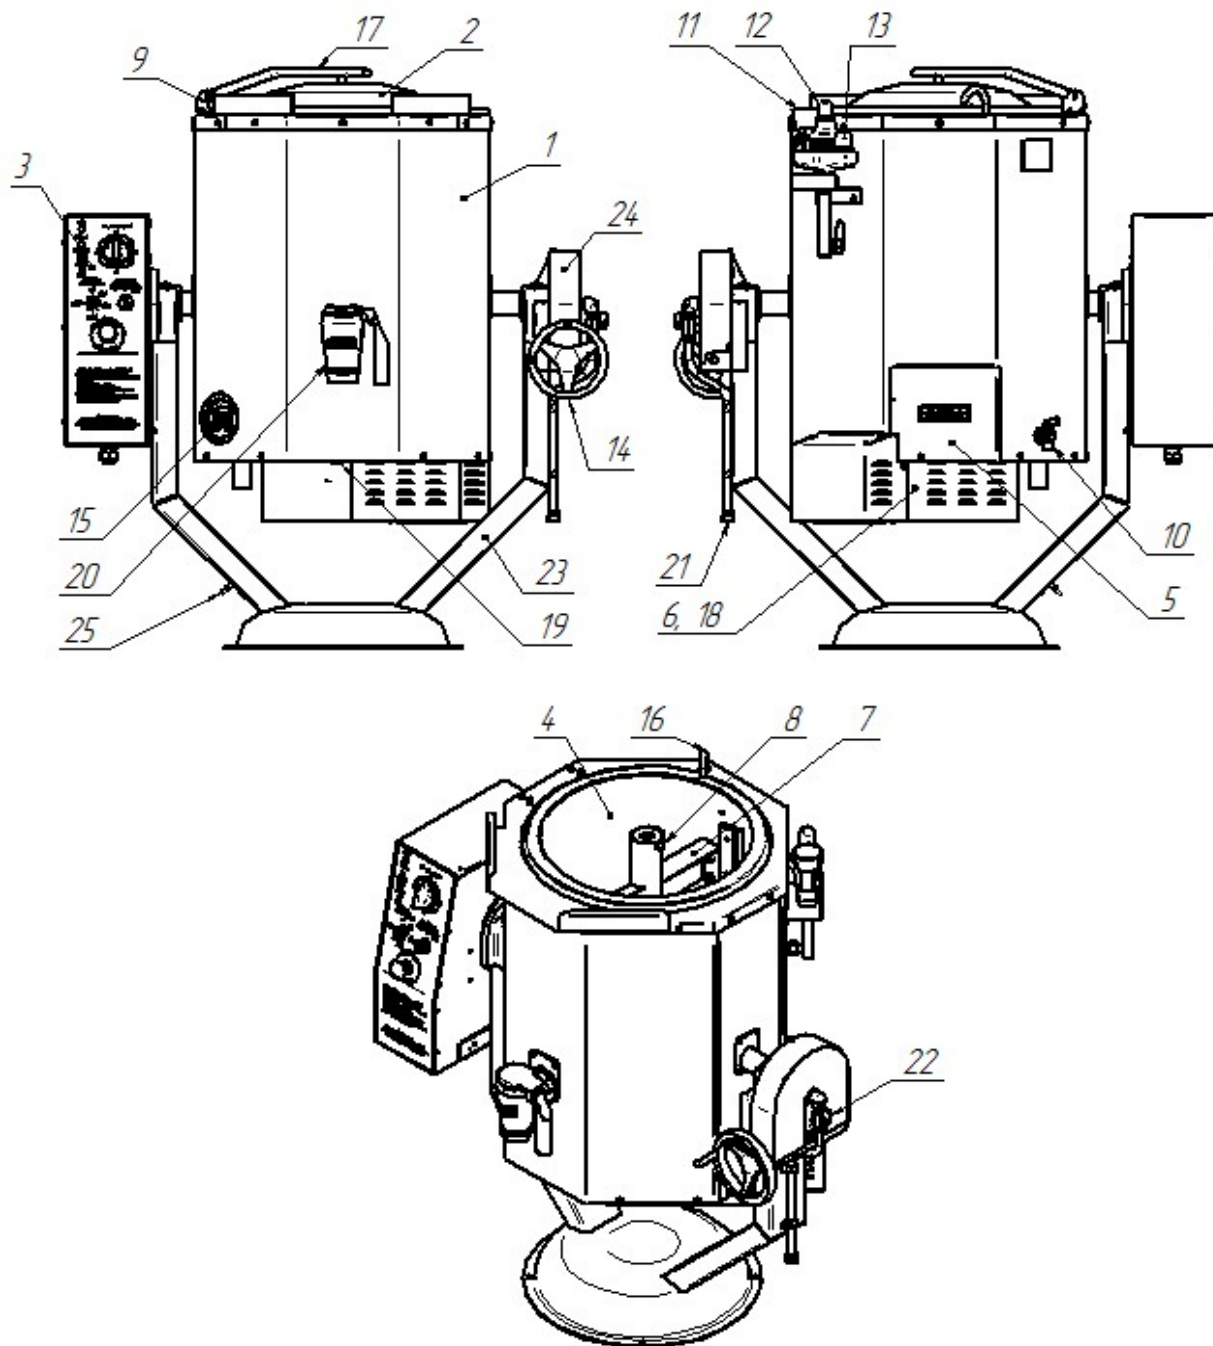
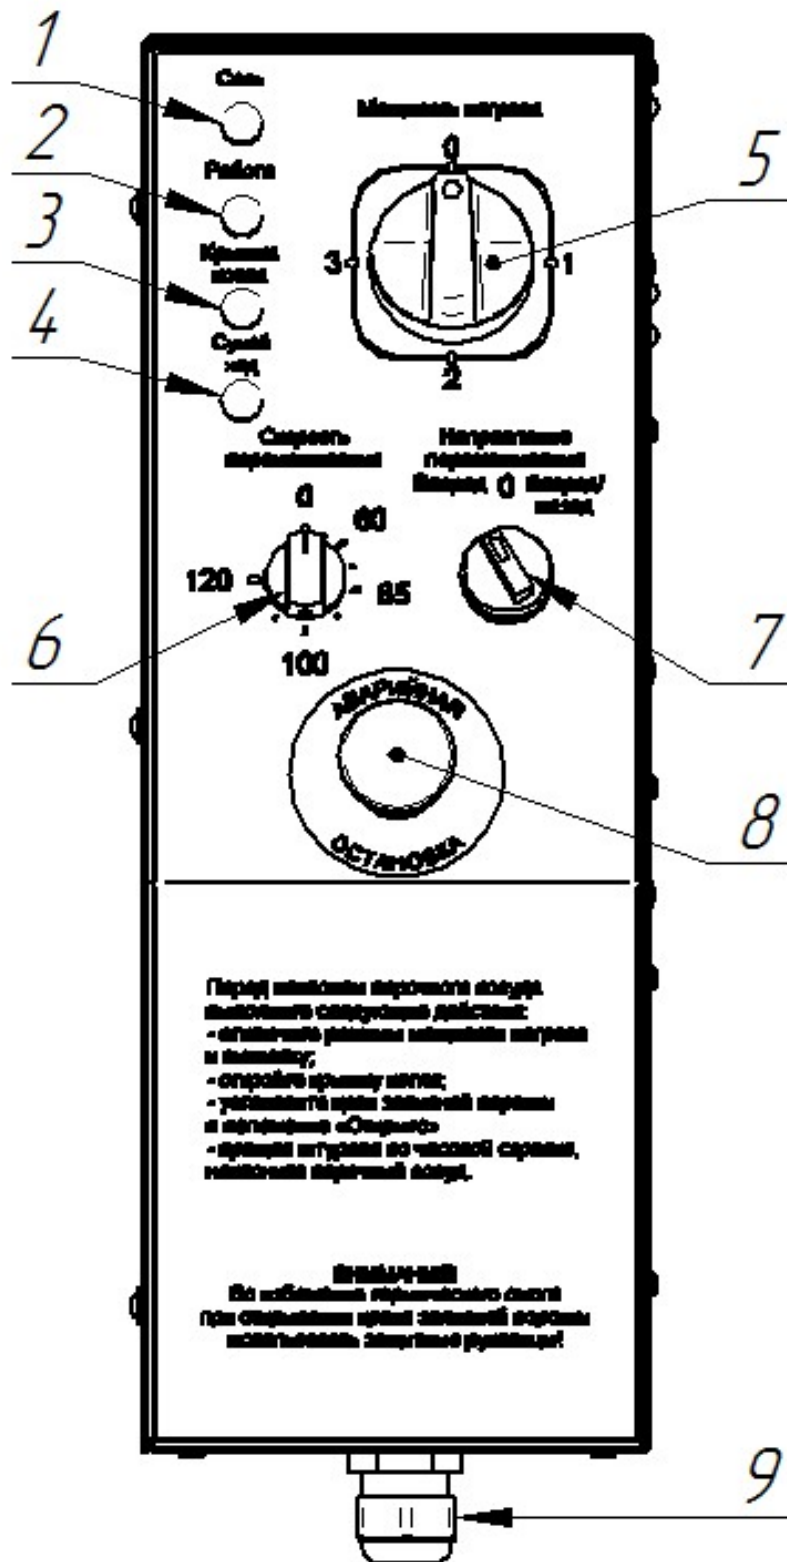
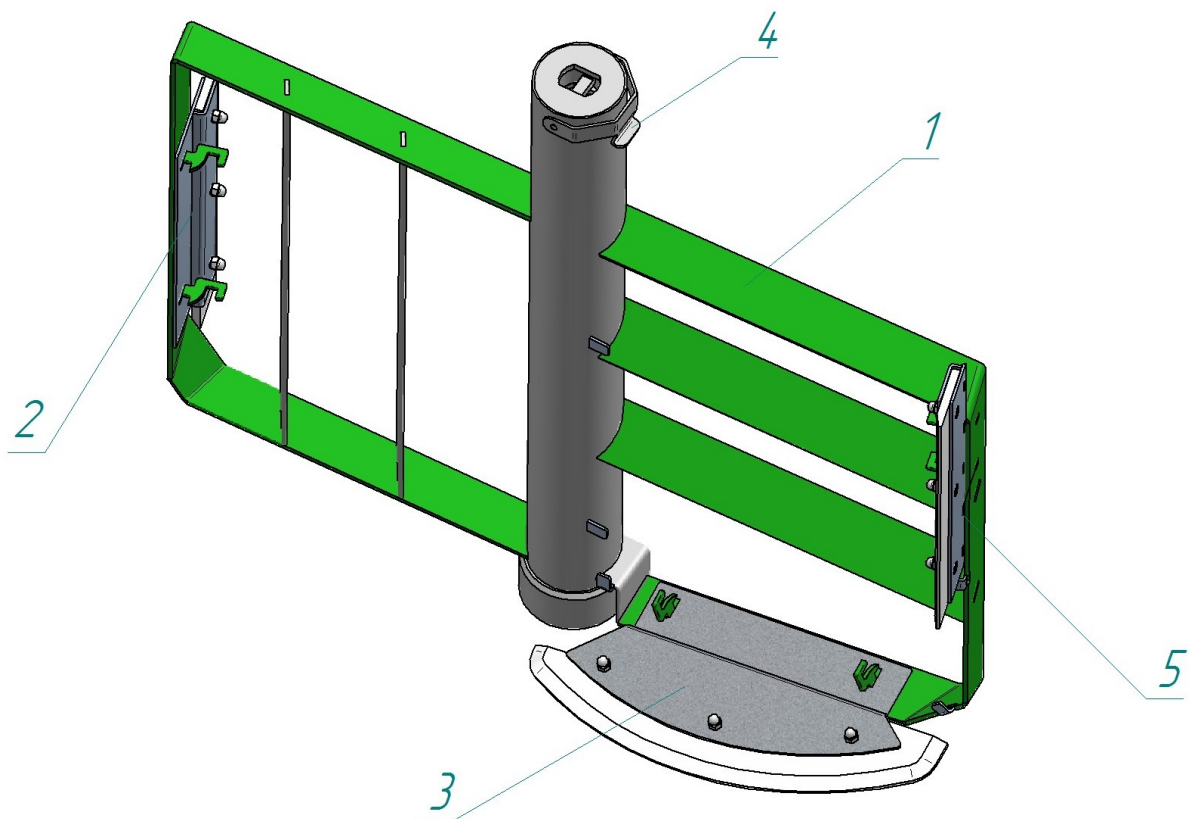

Рис. 1. Устройство котла
Рис. 2. Панель управления
Рис. 3. Внешний вид мешалки
Устройство котла приведено на рис. 1.
- варочного сосуда с защитной облицовкой (рис. 1 поз. 1);
- мешалки (рис. 1 поз. 7) со съемными скребками (рис. 3);
- рамы (рис. 1 поз. 23);
- крышки варочного котла (рис. 1 поз. 2);
- панели управления (рис. 1 поз. 3);
- ручного механизма изменения положения варочного котла (рис. 1 поз.24).
Залив воды в «рубашку» и контроль уровня воды в «рубашке» - ручной. На задней стенке котла установлен кран контроля уровня воды в «рубашке» (рис. 1 поз.10) и предназначен для ручного контроля верхнего уровня воды в «рубашке».
Вода в варочный сосуд подается через кран подачи воды в варочный сосуд (рис. 1 поз. заливной гусак (рис. 1 поз. 16). Подключение крана (рис. 1...3 поз.16) к водопроводной трассе осуществляется через шланг с резьбовой гайкой (G 1/2).
Для уменьшения выхода пара и для заправки продукта в котел оснащен крышкой (рис. 1 поз. 2). Для фиксации крышки котла в открытом положении предусмотрен фиксатор с ручкой (рис 1. поз. 9). Для закрытия крышки котла необходимо удерживая ручку крышки котла потянуть ручку фиксатора и закрыть крышку.
Снизу к «рубашке» крепится электродвигатель (рис. 1 поз. 18) с редуктором (рис. 1 поз. 6). Мешалка (рис. 1 поз.7) соединяется с редуктором через вал привода.
Мешалка и скребки для перемешивания продукта в варочном сосуде съемные. Для извлечения мешалки необходимо поднять фиксатор крепления (рис. 1 поз. 8) и снять мешалку с вала привода. Мешалка в рабочее положение устанавливается в обратной последовательности. Скорость вращения мешалки и направления вращения мешалки задается с панели управления котла (см. рис. 2).
Для управления скоростью вращения мешалки на панели управления установлен переключатель «Скорость перемешивания» (рис. 2 поз. 6). При установке ручки переключателя «Скорость перемешивания» в положение «О» мешалка не работает. При повороте ручки переключателя «Скорость перемешивания» по часовой стрелке происходит включение мешалки на заданной скорости.
Для задания направления вращения мешалки на панели управления установлен переключатель «Направление перемешивания» (рис. 2 поз. 7).
Работа мешалки дополнительно контролируется положением крышки котла – мешалка работает только при закрытом положении крышки котла. Для определения положения крышки на вале крышки котла установлен магнит. Напротив магнита, за облицовкой котла, установлен магниточувствительный датчик. Для визуального контроля положения крышки котла на панели управления предусмотрена световая сигнализация «Крышка котла» (см. рис. 2. поз. 3).
Для полного слива воды из «рубашки», при технологическом обслуживании, на основании варочного котла имеется патрубок закрытый резьбовой заглушкой G1/2 (рис. 1 поз. 19).
Расположенная на задней стенке котла контрольно-заливная арматура состоит из заливной воронки с краном (рис. 1 поз. 11), предохранительного клапана высокого давления (рис. 1 поз. 12) и предохранительного клапана низкого давления (вакуумного) (рис. 1 поз. 13).
Для контроля давления в пароводяной «рубашке» предусмотрен электроконтактный манометр (рис. 1 поз. 15). При давлении в «рубашке» выше значения верхней уставки ТЭНы отключаются. При снижении давления в «рубашке» до уставки нижнего значения уставки на электроконтактном манометре ТЭНы вновь включаются. Электроконтактный манометр расположен на передней стенке и настроен на верхнее рабочее давление $0,60$ кгс/см² и нижнее рабочее давление - $0,45$ кгс/см².
Котлы могут поставляться со сливным краном (рис. 1 поз. 20). Сливной кран предназначен для слива только жидкого продукта из варочного сосуда.
Устанавливая ручку переключателя «Мощность нагрева» (рис. 2 поз. 5) в положение «1», «2» или «3», что соответствует слабому, среднему и сильному нагреву, выбирается мощность нагрева. Отключение нагрева производится установкой ручки переключателя в положение «0».
Ручной механизм управления положением варочного сосуда установлен на правой стойке рамы (рис. 1 поз. 24). При вращении штурвала (рис. 1 поз. 14) по часовой стрелке варочный сосуд наклоняется вперед. При вращении штурвала против часовой стрелки варочный сосуд переводится в вертикальное положение.